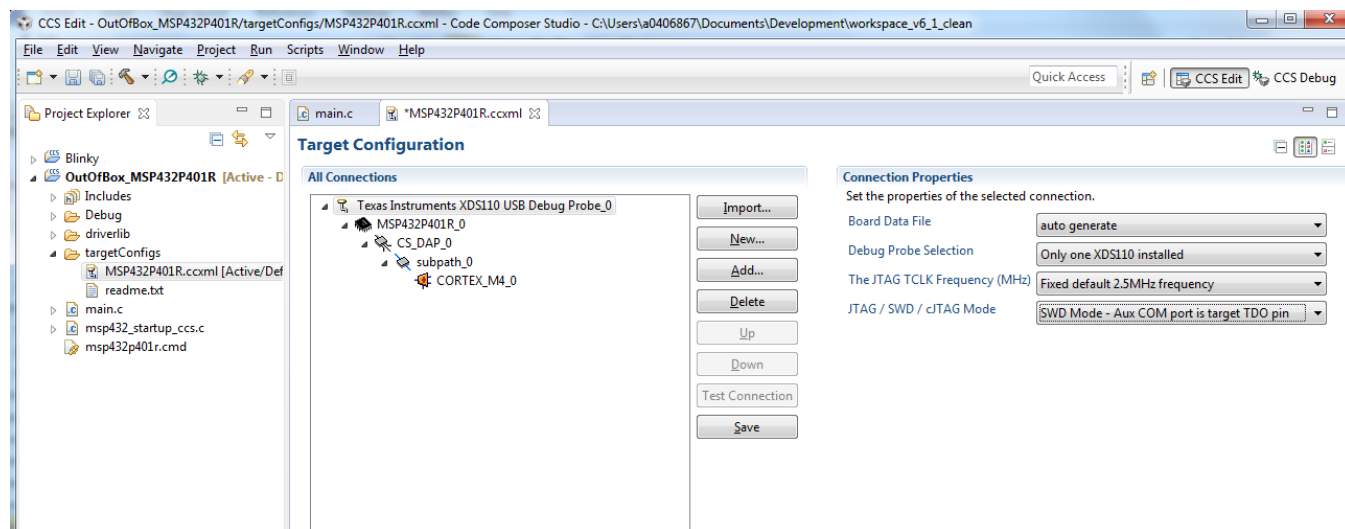

图 14. 连接属性
3. 图 14 显示了连接属性 (Connection Properties)。在 JTAG/SWD 模式下, 选择 SWD 模式 (SWD Mode) - 辅助 COM 端口为目标 TDO 引脚 (Aux COM port is target TDO pin)。